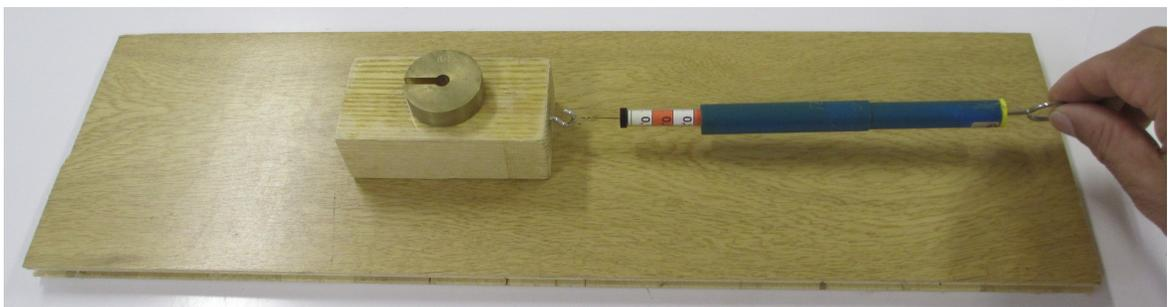

Figura 4 – Realização experimental. Conjunto bloco mais massa.
6. Puxe muito lentamente o dinamómetro até que o bloco se mova. O valor lido deve ser aquele observado imediatamente antes do movimento (figura 4).